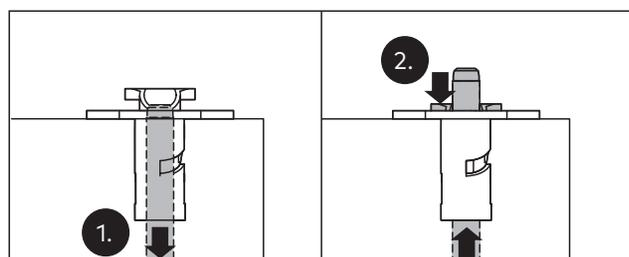

Abb. 50 Funktionsprüfung durchführen
12. Funktionsprüfung: Schaltschloss betätigen und prüfen, ob die Stange ausfährt (Abb. 50).